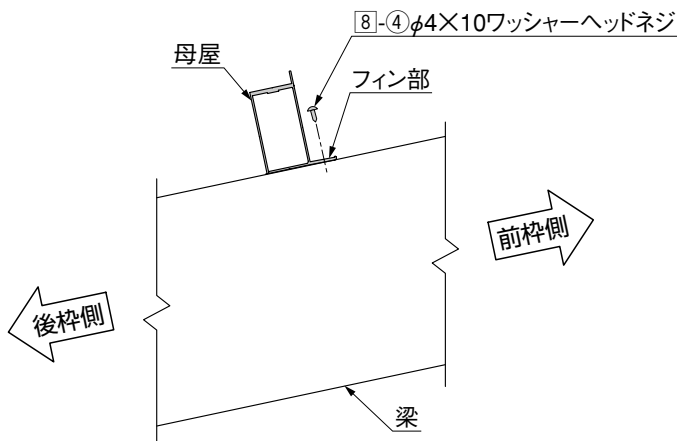

図3-2
- ② 前枠側にフィン部を向けて、母屋を梁に8-④で取付けてください。(図3-2参照)